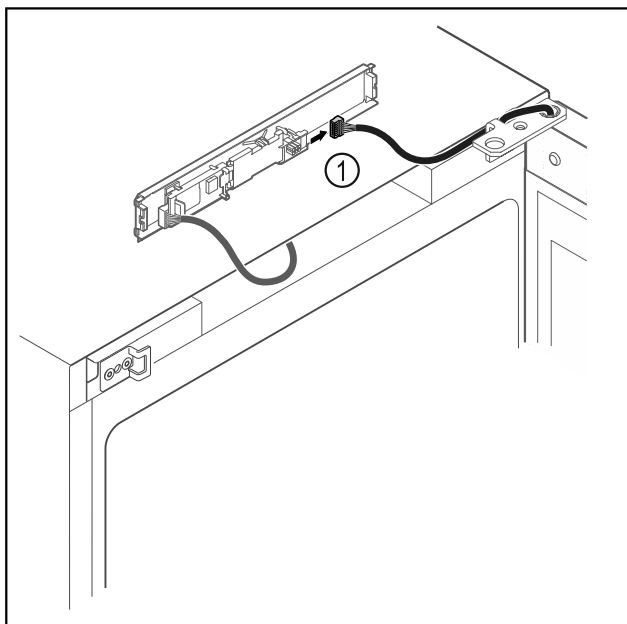

Fig. 17
- ▶ Wtyczkę Fig. 17 (1) należy odłączyć od płytki drukowanej.